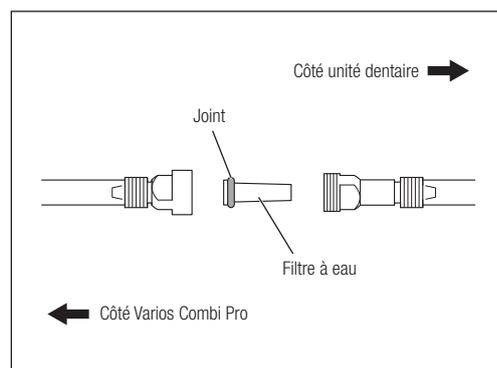

Fig. 58
- 5) Placez le nouveau filtre à eau avec le joint du côté du Varios Combi Pro et réinstallez-le en suivant à rebours la procédure de démontage (Fig. 58).